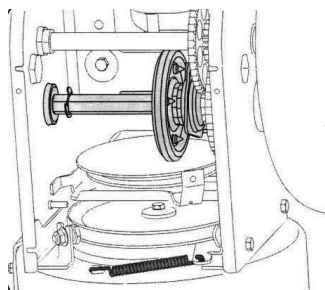

Рисунок 32
2. Нанесите тонкий слой всепогодной универсальной консистентной смазки на шестигранный вал. См. Рисунок 32.